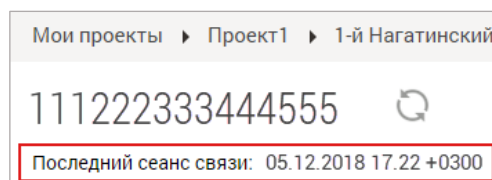

Рис. 25. Последний сеанс связи.
2. В меню **УСПД → Конфигурация** в строке **Последний сеанс связи** появятся дата и время последнего нажатия (Рис. 25). Если данные не отобразились, нажмите кнопку **Обновить**